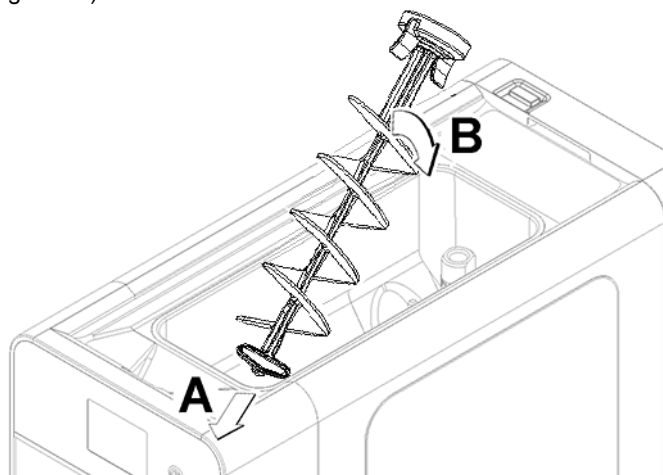

figure 27
- 6** Monter le mélangeur ensemble prenant soin d'insérer les extrémités dans les rainures dans le bassin supérieur. (voir figure 27)